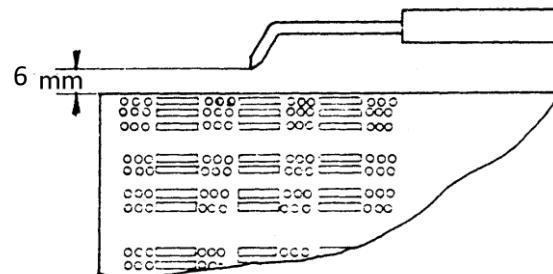

Fig. 2
- Controlar a posição do electrodo de ignição (Fig. 2).